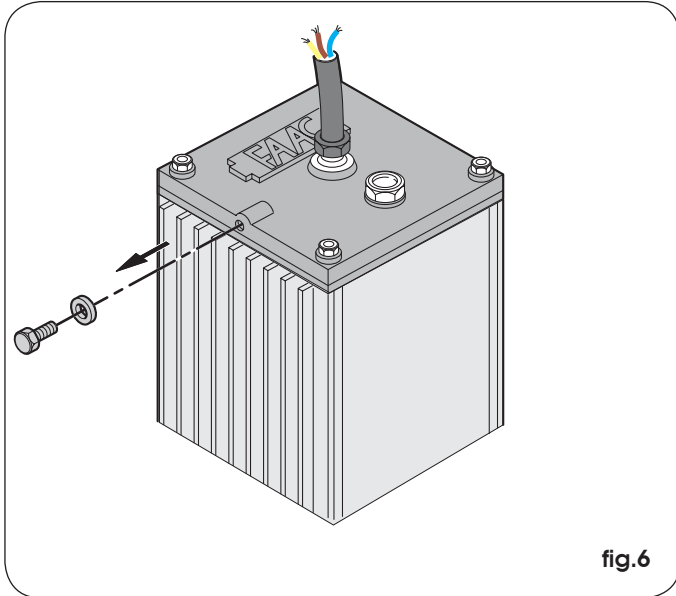

fig.6
- 2) Quite y guarde a parte el tornillo de purga como se indica en la fig.6